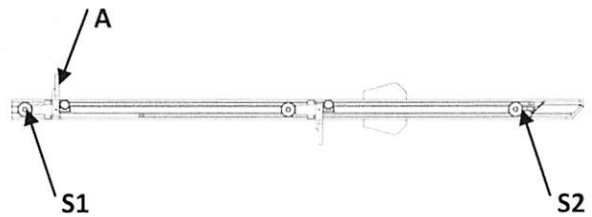

Abbildung 43 Längenanschlag
- Klappe „A“ (Abbildung 43) mit Hilfe der Lupe auf 1885 mm stellen und mit „S1“ klemmen
- Klemmschraube „S2“ (Abbildung 43) lösen und auf das gewünschte Maß verfahren
- Klemmhebel (1) lösen - Längenanschlag (2) nach hinten ziehen bis die Anschlagplatte (3) an der Gehrungsskala (4) ansteht
- Klemmhebel (1) wieder anziehen
**Bei Gehrungsschnitten muss der Längenanschlag (2) immer auf der Auflageschiene (5) aufliegen.**